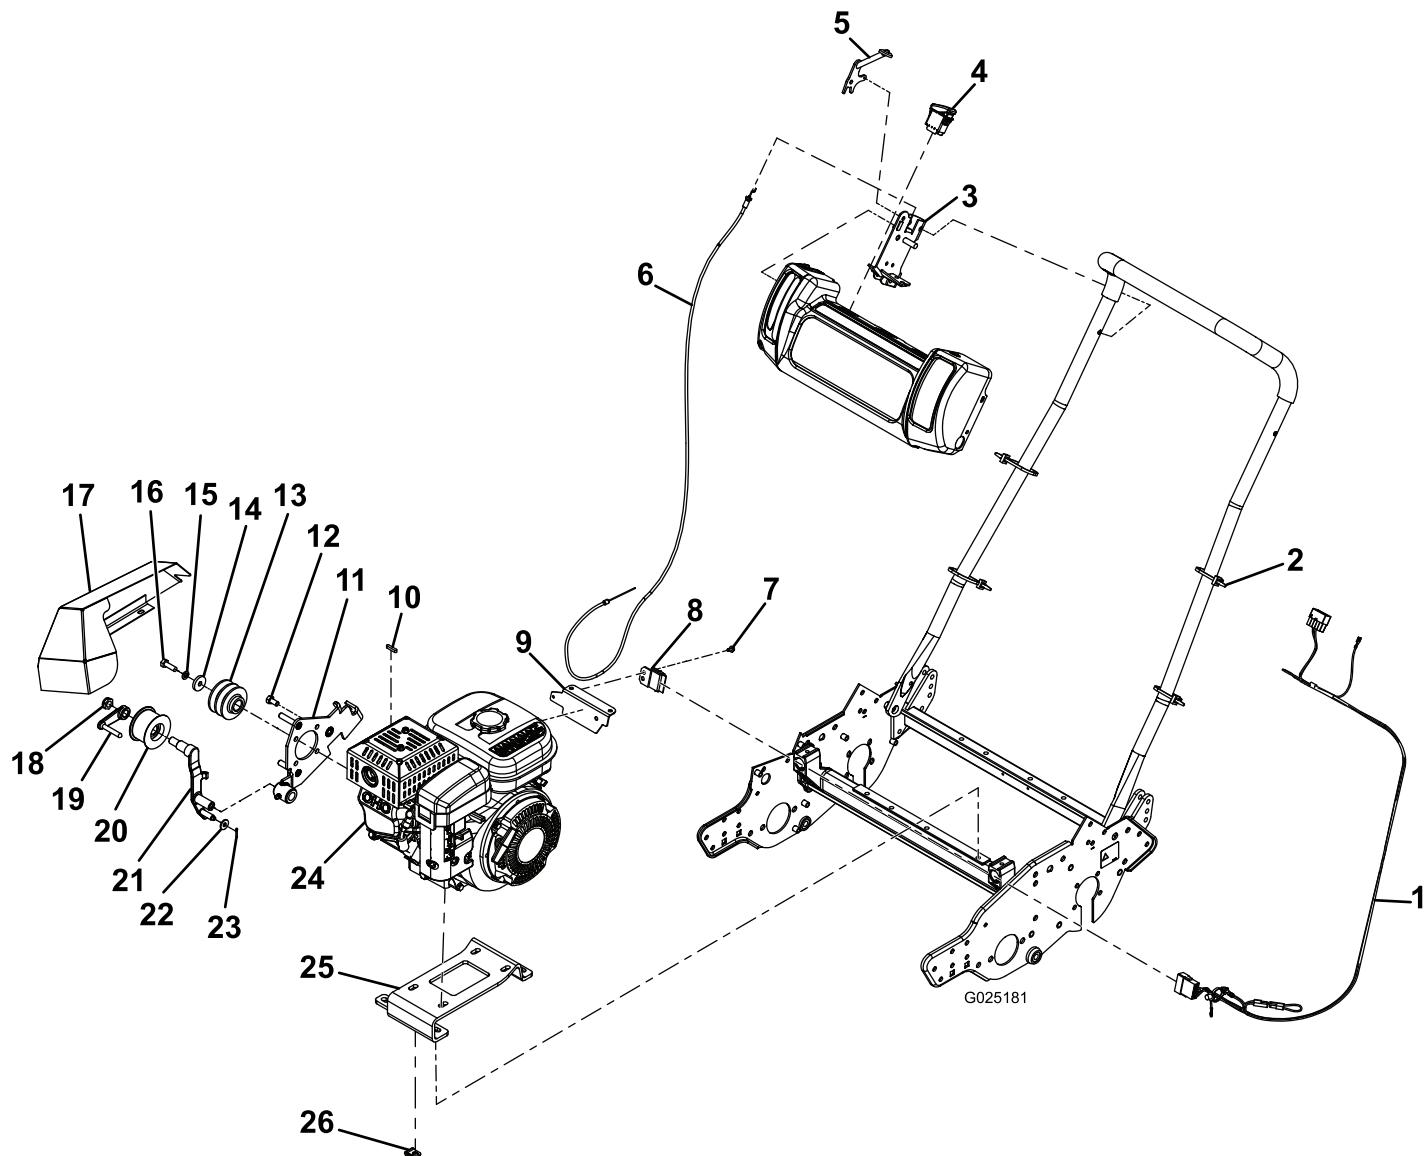

Figura 6
Nota: Fate riferimento a Figura 6 per montare il nuovo motore.
- posteriori che fissano il serbatoio al motore (Figura 6).